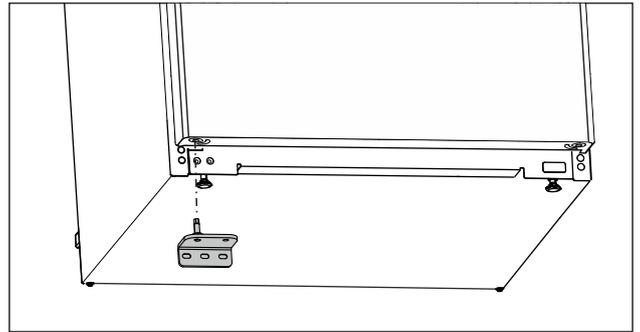

Fig. 21
- ▶ Insertar el soporte del cojinete en el lado opuesto. (consulte Fig. 21)